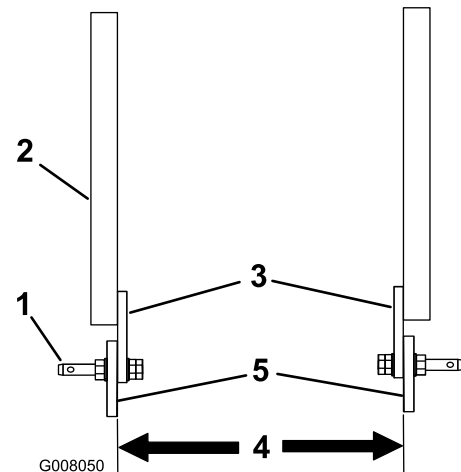

図 2
- ・ エアレータの下取り付けタブ間の距離が 52.7 cm から 57.5 cm の場合 (プロコア 660 や 880 エアレータの場合)、図 2 に示すように、取り付けタブが内側になるようにして、リンク・ピンをサポート・アームに取り付ける。